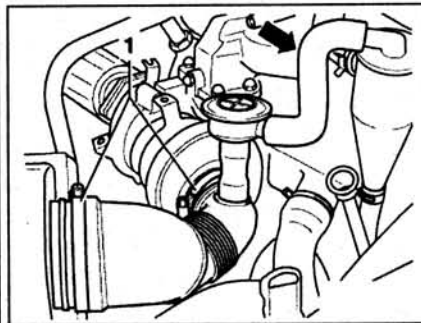

Рис. 2.18. Отсоедините фиксаторы 1 патрубков и отсоедините патрубков (стрелки) от масляного сепаратора.
10. Отсоедините фиксаторы 1 патрубков и отсоедините патрубков (стрелки) от масляного сепаратора (рис. 2.18). Снимите патрубки в сборе.